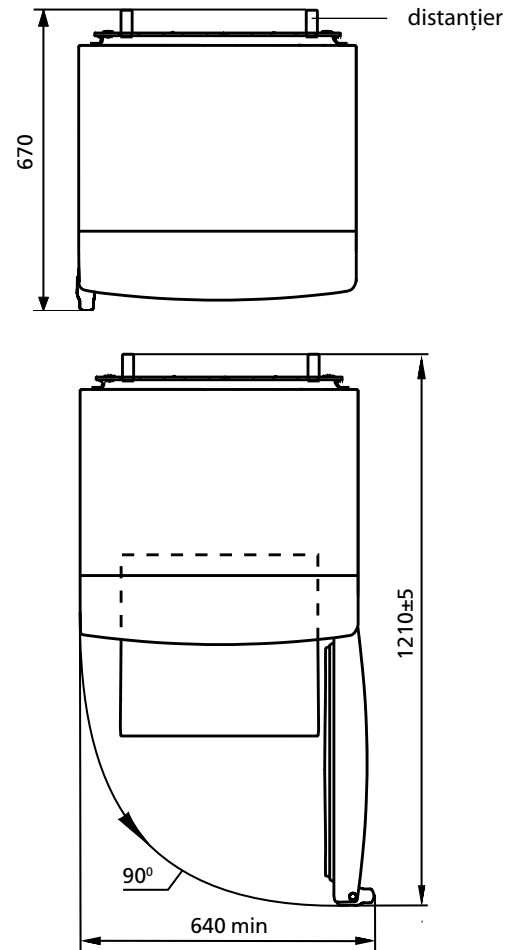

Figura 2 – Frigider (vedere de sus)
1.4 Spațiul total necesar pentru funcționarea frigiderului este determinat de dimensiunile indicate în figura 2 în milimetri. Pentru extracția ușoară a componentelor din frigider, este necesar de a deschide ușa la un unghi de cel puțin 90°.